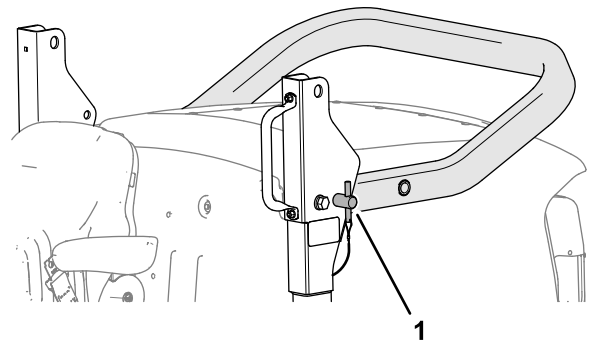

Figura 23
2. Rimuovete i perni del roll bar dalle staffe orientabili (Figura 23).